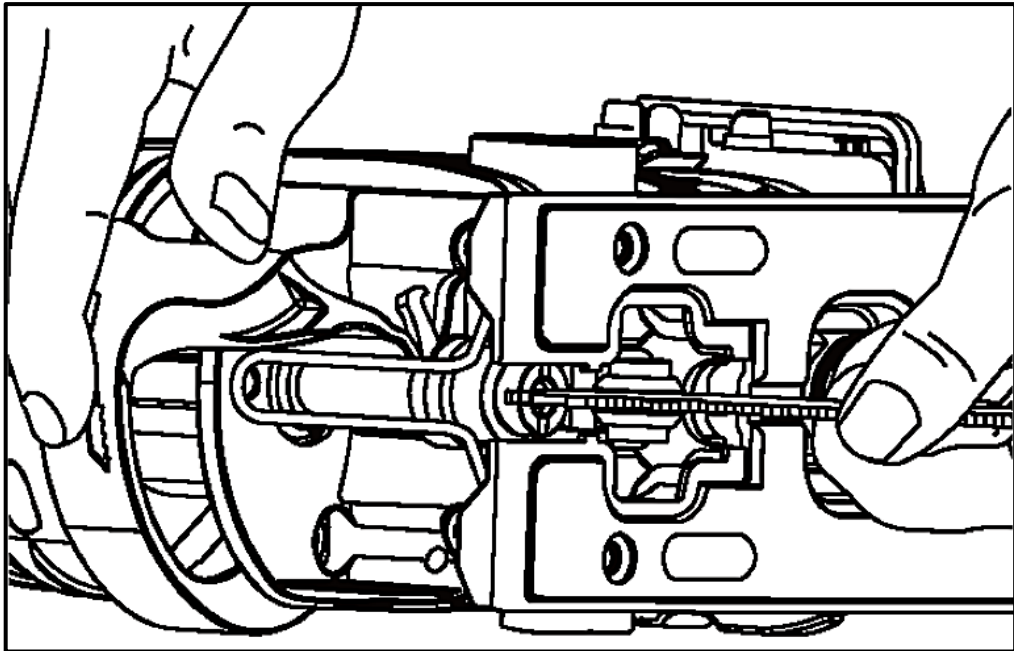

Рис. 9
6.1.1. Встановлення і зняття пилки. (Рис.9)
- Пилка встановлюється в положенні «зубами вперед» як показано на (Рис.9). Неправильна орієнтація пилки спричиняє поломку машини. При встановленні пилки стежте за тим, щоб її торець входив в паз опорного ролика 5.